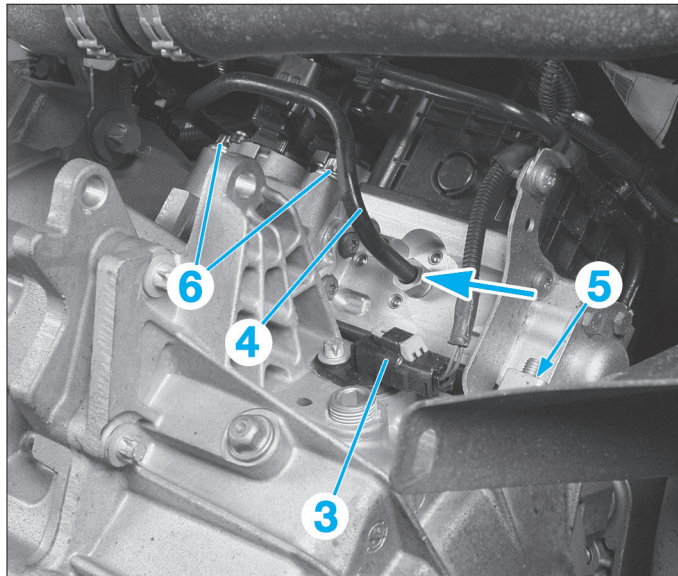
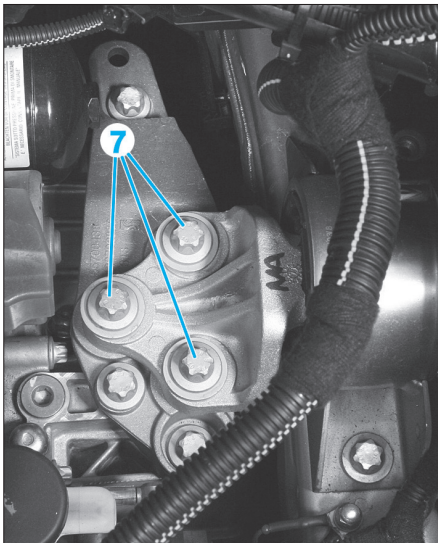

Fig. 27
Fig. 28
- Débrancher le connecteur du capteur de vitesse (3) (Fig.27).
- Déposer la conduite haute pression (4).
- Dévisser le goujon (5).
- Déposer les vis (6) du module de changement de vitesses.
- Déposer les 3 vis (7) du silentbloc moteur gauche (Fig.28).